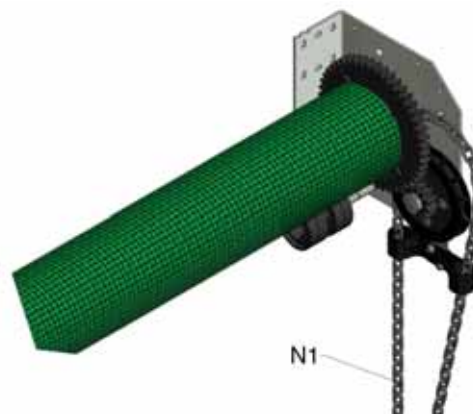

Figure 8, installation de la chaîne de manœuvre
7. Installez la chaîne d'entraînement (N1) autour du pignon de chaîne, à travers le guide-chaîne et raccourcissez à la longueur si nécessaire (figure 8). Faites en sorte que la chaîne forme une boucle continue en sciant au niveau d'un maillon, en l'ouvrant et en rejoignant les deux extrémités. Après l'avoir refermée, éliminez toutes les arêtes pointues pour vous assurer que la chaîne ne blesse pas les opérateurs ; il n'est pas nécessaire de souder le maillon refermé.